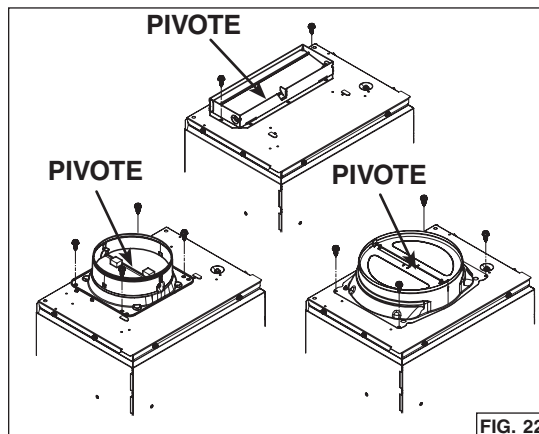

FIG. 22
10. Para un conducto rectangular, use 2 tornillos para metales n.º 8-18 x 1/4 pulg. (incluidos) para fijar el adaptador/compuerta de 3 1/4 pulg. x 10 pulg. (incluido) en la parte superior del aparato, sobre el orificio de salida del ventilador (FIG. 22).
Para un conducto redondo, use 4 tornillos para metales n.º 8-18 x 1/4 pulg. (incluidos) para fijar el adaptador/compuerta de 6 pulg. o de 8 pulg. redondo (incluidos) en la parte superior del aparato, sobre el orificio de salida del ventilador (FIG. 22).